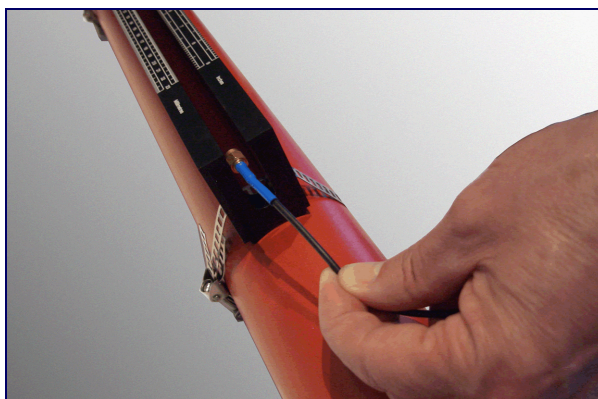

Abbildung 2.7
3. Führen Sie das Kabel des nachgeschalteten Messwandlers (blau) durch die rechte Endplatte der Führungsschiene und nach oben durch die rechteckige Öffnung links an der Führungsschiene, siehe Abbildung 2.7.